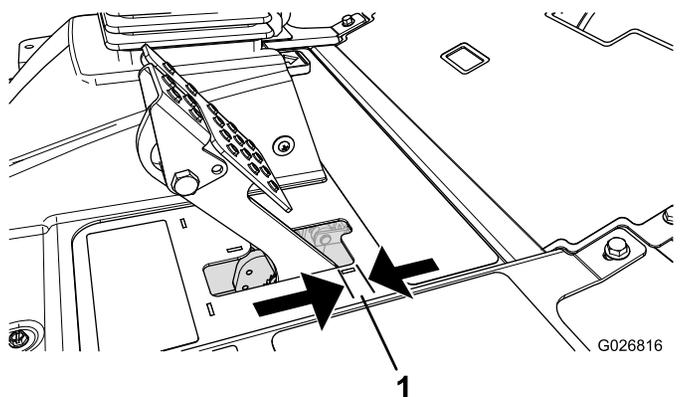

Figura 84
Ajuste los frenos si el pedal de freno tiene más de 2,5 cm de holgura, o cuando se necesite más fuerza para frenar (Figura 84). La holgura es la distancia que recorre el pedal de freno antes de notarse una resistencia de frenado.
2. Apriete la tuerca trasera para mover el cable hacia atrás hasta que los pedales de freno tengan una holgura de 0,63 a 1,27 cm antes de que se bloquee la rueda (Figura 84).